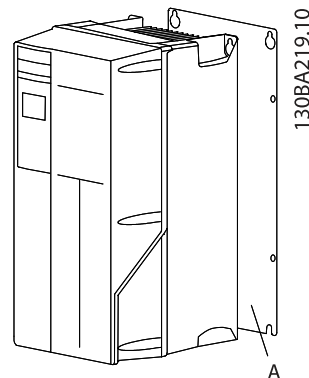
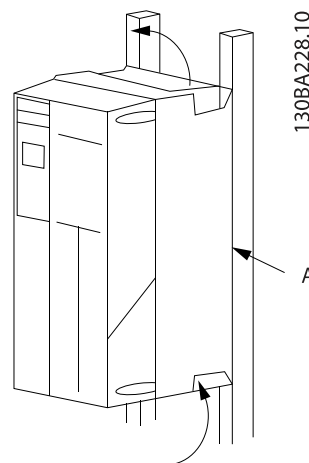

Ilustración 2.2 Montaje correcto con placa posterior
Ilustración 2.3 Montaje correcto con rieles
- Monte la unidad sobre una superficie plana y sólida o sobre la placa posterior opcional para suministrar un flujo de aire de refrigeración (véase la Ilustración 2.2 y la Ilustración 2.3).